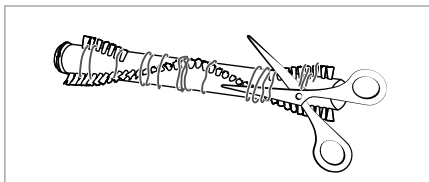

Bild 28
- 4) Klipp av trådar och hårstrån som fastnat på rullborsten 20 med en sax (se bild 28). Ta bort trådarna och hårstråna från rullborsten 20.